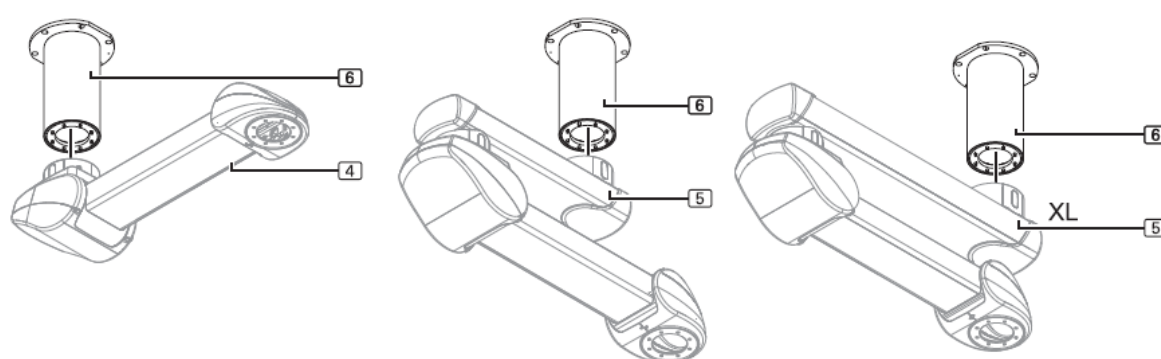

Fig. 24 RESSORT DE COLONNE, RESSORT DE COLONNE XL
La figure 24 montre le tube de toit 6 avec 8 vis à tête cylindrique à six pans creux M10 x 25 mm ① - 8.8 - DIN EN ISO 4762 à titre d'exemple.